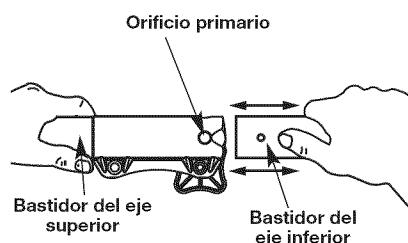

Fig. 3
2. A la vez que sostiene firmemente el accesorio de corte u otro accesorio, empujelo derecho hacia el interior del acoplador Convertible™ hasta que el botón de desconexión encaje sólidamente en el orificio principal (Fig. 3).
3. A la vez que sujetla la caja del eje superior, tire del accesorio de corte o cualquier otro accesorio recto hacia afuera del acoplador Convertible™ (Fig. 3).